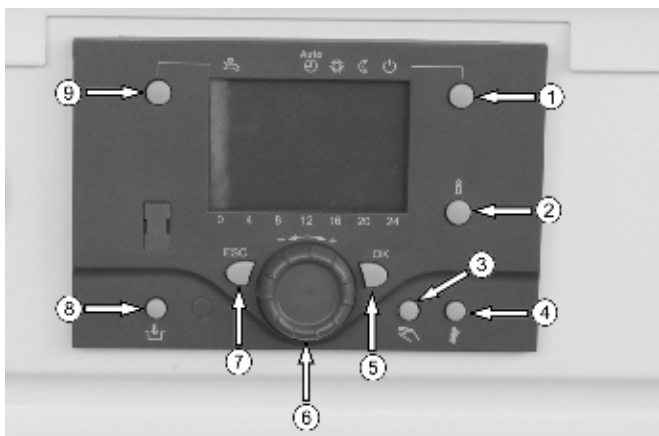

Abb. 3: Bedieneinheit
Legende zu Abb. 3:
Die Betriebsarten werden durch Betätigen der Taste Heizbetrieb ① (s. Abb. 3, Seite 6) ausgewählt. Hierfür die Taste ① so oft drücken, bis die gewünschte Betriebsart im Display mit einem Balken unter dem entsprechenden Symbol angezeigt wird.